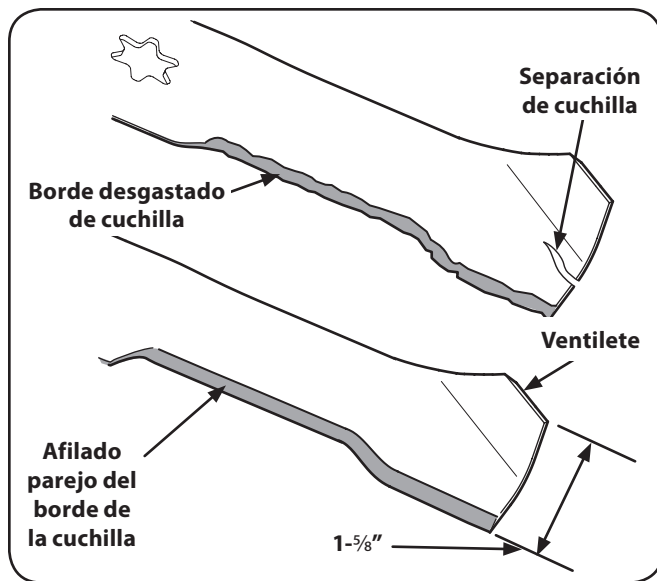

Figura 7-7
- Para afilar las cuchillas de corte de forma adecuada, extraiga cantidades iguales de metal de ambos extremos de las cuchillas a lo largo de los bordes cortantes, de forma paralela al borde de caída, a un ángulo de 25° a 30°. Afíle siempre cada borde de las cuchillas de corte de forma pareja para mantener un equilibrio adecuado entre las mismas. Vea la Figura 7-7.